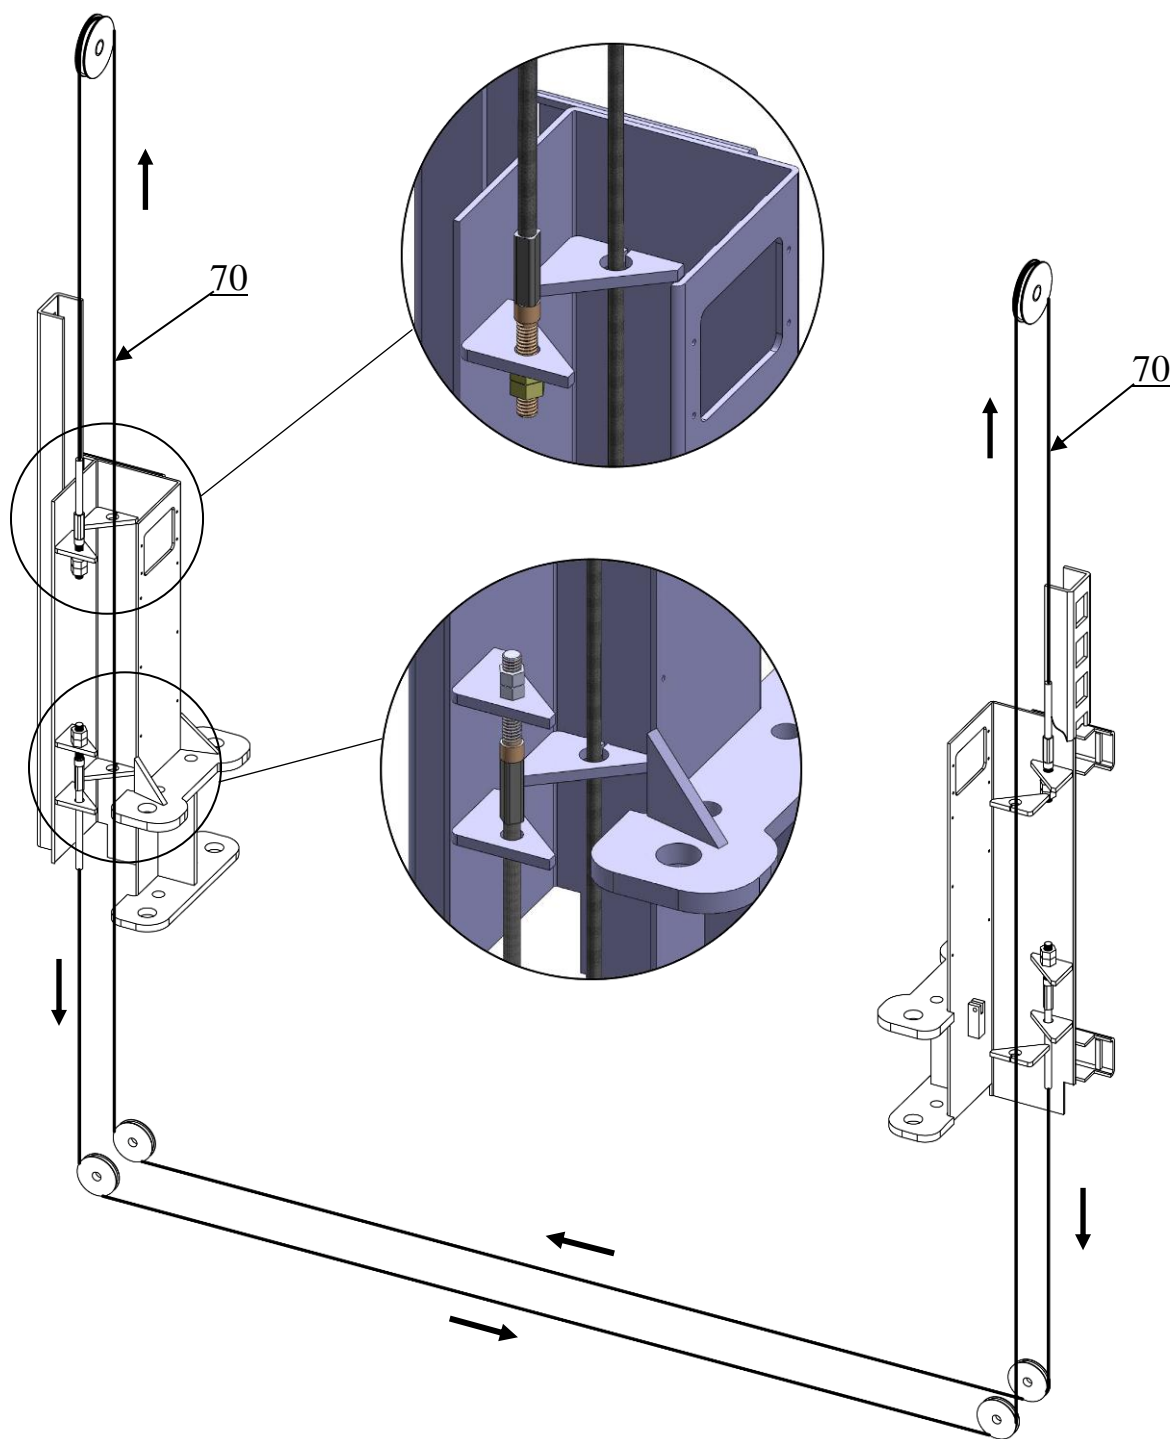

Рис. 21
2.2. Протяните трос до другой колонны (См Рис. 21).